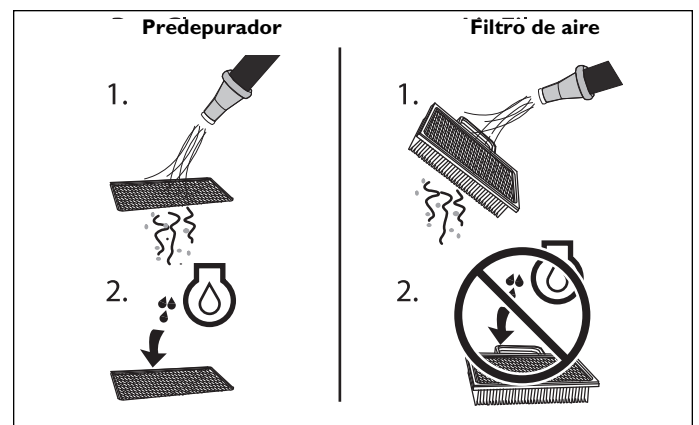

Figura 27. Mantenimiento del filtro de aire
1. Consulte la Figura 27. Lave el predepurador en agua con detergente líquido.
1. Consulte la Figura 27. Si aparece la palabra "Washable" (lavable), el filtro puede lavarse con agua tibia y un jabón suave.